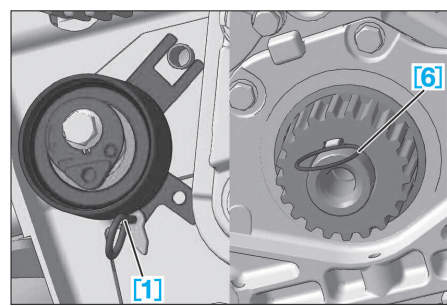

FIG. 19
- Verrouiller le galet tendeur dynamique à l'aide de la pige [1] (excentrique de réglage en position retrait maxi) (Fig.19).